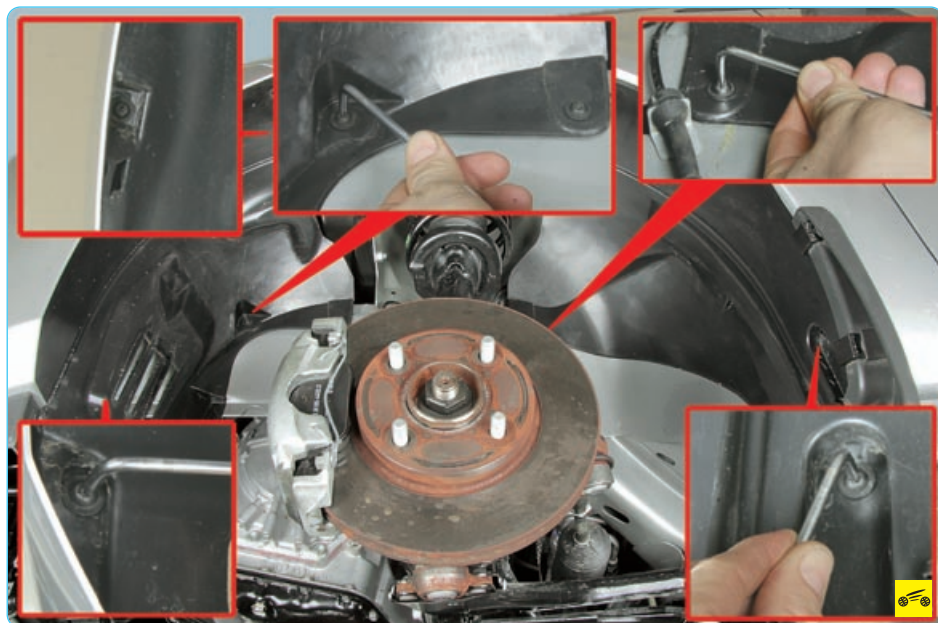

Рис. 11.1. Места крепления переднего подкрылка
1. Выверните шесть винтов крепления переднего подкрылка (рис. 11.1)...